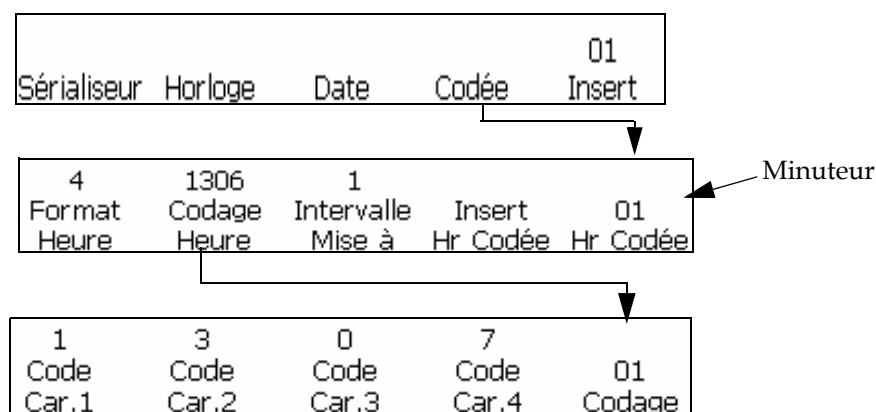

Figure 5-48: Fenêtre <01 Minuteur>
- 1 Commencer dans la Fenêtre <01 Minuteur> (01 Editer > 02 Editer - Insertions > 01 Insertion - Minuteur> 01 Minuteur). Voir Figure 5-48.
- 5 Appuyer sur la touche F2 pour sélectionner <Format Minuteur>. La Fenêtre <01 Format> s'affiche. Voir Figure 5-48 à la page 5-58.